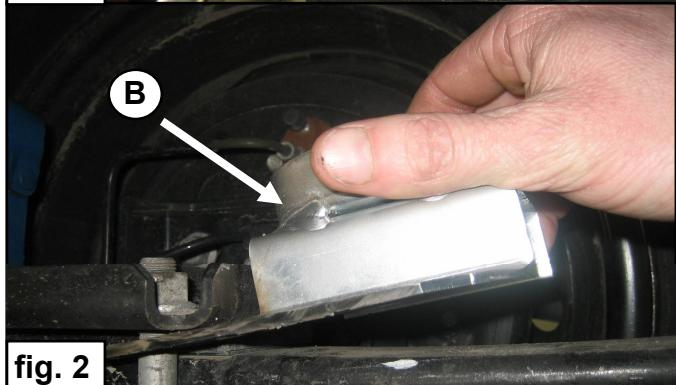

fig. 2
- Placez la coupelle **B** sur le ressort à lames à l'avant de l'essieu. Veillez à ce que la languette accroche correctement la bride du ressort. **Fig. 2**
- Placera det nedre fjädersätet **B** på bladfjädern på framsidan av axeln. Se till så att brickan är ordentligt monterad runt U-bulten. **Fig. 2**